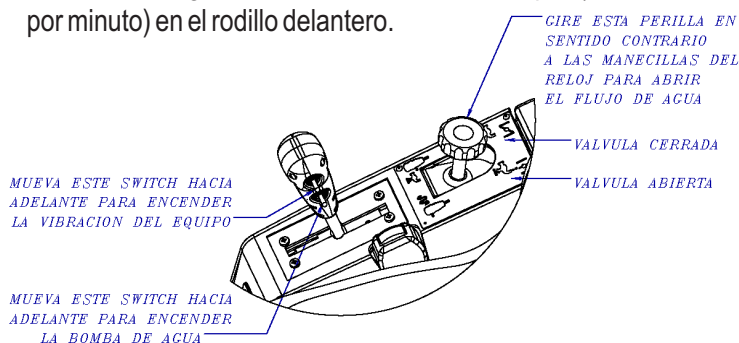

Figura 23. Interruptor (switch) de vibración
1. Para comenzar con la acción vibratoria, ubique el switch de vibración en posición encendido. Este interruptor se localiza en el costado lateral de la palanca de avance-reversa (Figura 23). Al activar este interruptor se generan 3,100 libras (1,400kg) de fuerza centrífuga a una frecuencia de 4200 vpm (vibraciones por minuto) en el rodillo delantero.